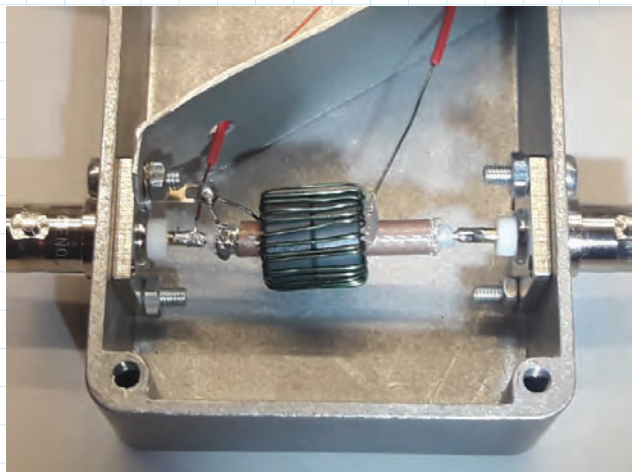

BILD 3: Detalj där man ser de dubbla ferritringarna (FT50A-43) och lödning av coax.
I bild 3 kan man notera en detaljbild på den ena spolen. Här ser man hur koaxskärmen är jordad på den ena sidan (vänster). Valet av koaxkonontakt är givetvis valfritt. Undertecknad har börjat övergå till
- ❑ Under arbetet med transvertern händer det som inte fick hända. Omkopplaren i PA-delen hamnade inte helt rätt och fick till följd ett överslag och en ”rökpuff”. Se bild 3.
- ❑ Manövreringen mellan KWM-2A (HF) och 62S-1 (VHF) är logisk och lätthanterlig, dock krävs det många sladdar på baksidan. Här har Collins ett bra ”man to machine interface” mellan enheterna.
BILD 3: I PA-kabinettet ser vi inte bara slutröret (EIMAC 4X150) utan även avstämningen och bandomkopplaren med spolarna. Här gick det hett till då omkopplaren inte stod rätt.